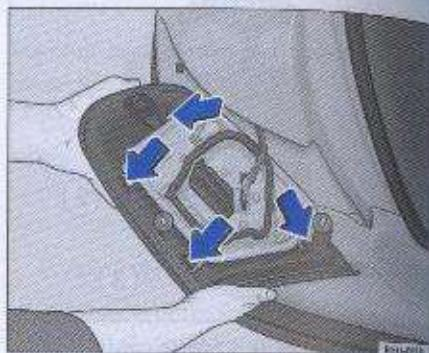

Fig. 147: Soporte de las lámparas en el conjunto linternas traseras
- Presione las trabas ⇒ fig. 147 -flechas- y remueva el soporte de las lámparas.